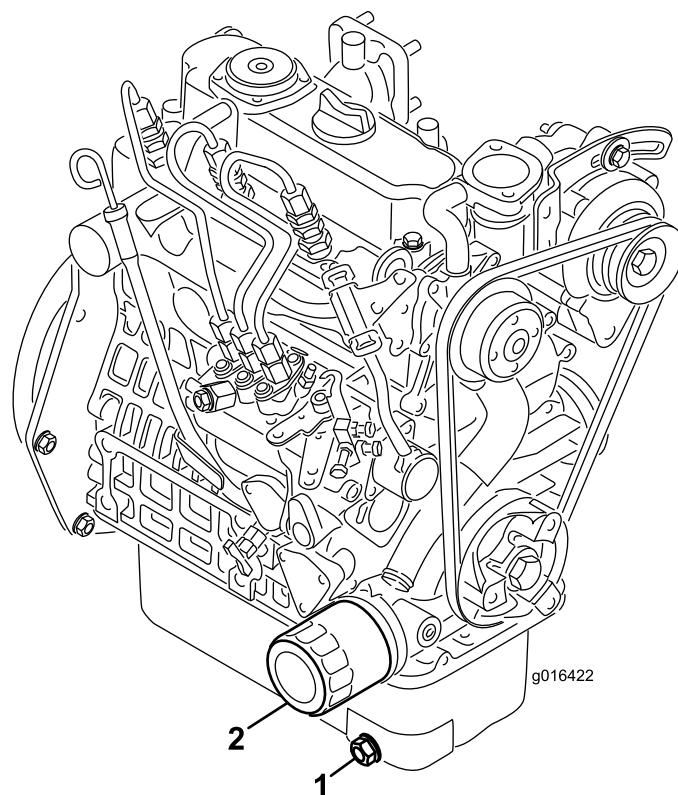

Figura 34
1. Togliete il tappo di spurgo (Figura 34) e lasciate defluire l'olio in una bacinella. Quando l'olio cessa di defluire, rimontate il tappo.